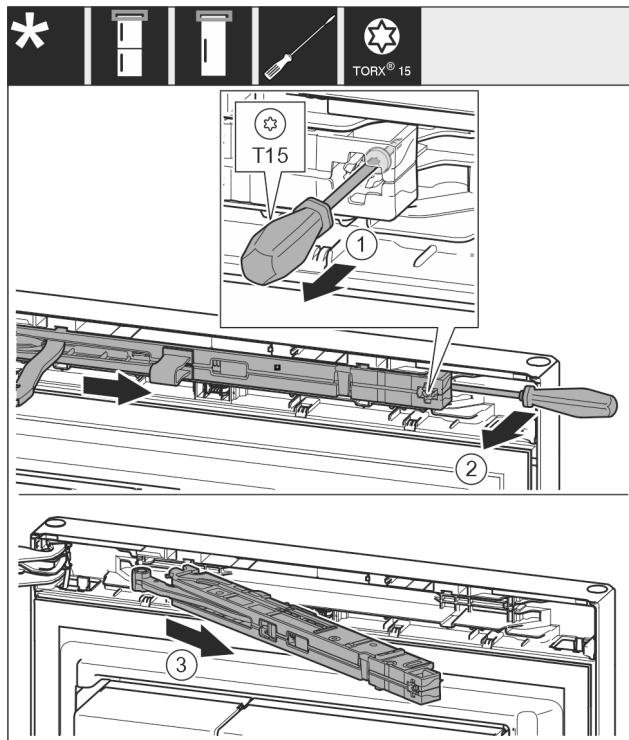

Fig. 8
- Vijak na blažilniku odvijte z izvijačem T15 za pribl. 14 mm. Fig. 8 (1)
- Na strani ročaja zataknite izvijač za enoto blažilnikov za zapiranje vrat in jo obrnite naprej. Fig. 8 (2)
- Izvlecite enoto blažilnikov za zapiranje vrat. Fig. 8 (3)